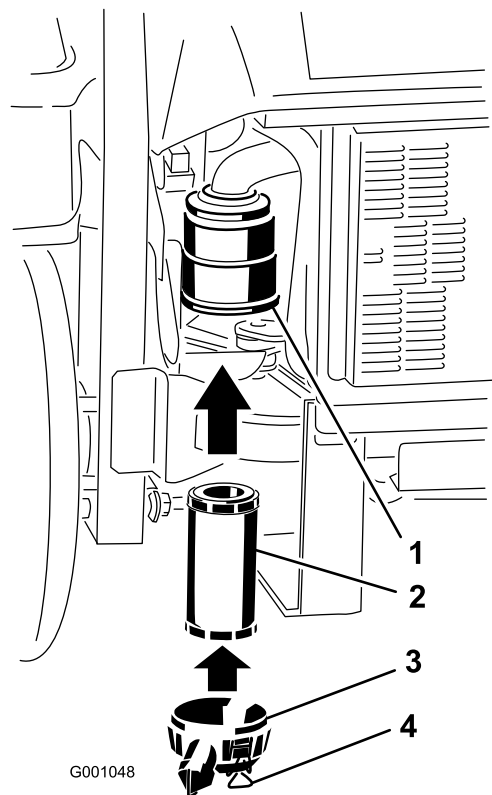

Figure 46
2. Insérez le filtre dans le corps avec précaution (Figure 46).
3. Remettez en place et verrouillez le couvercle du filtre à air (Figure 46).